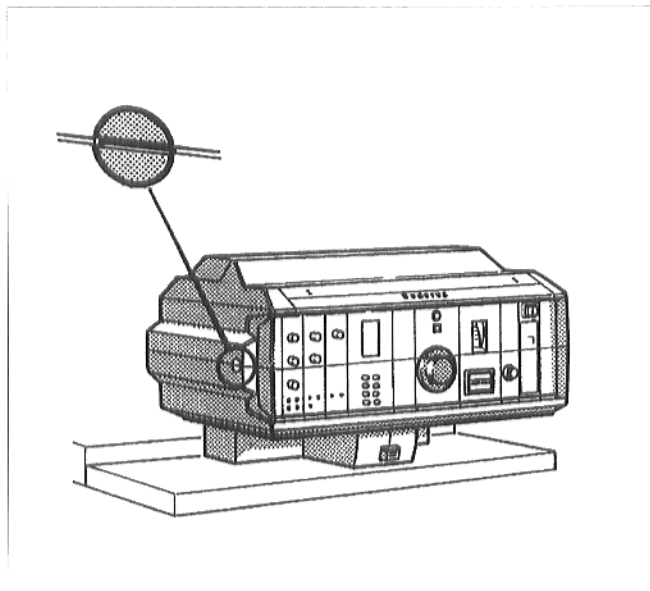

Abb. 1: Regelgerät; Klarsichtabdeckung entfernen
- Schraubenschlitz der Klarsichtabdeckung des Regelgeräts (Abb. 1) in waagerechte Stellung bringen, z.B. mit einer Münze. Klarsichtabdeckung nach vorne abnehmen.